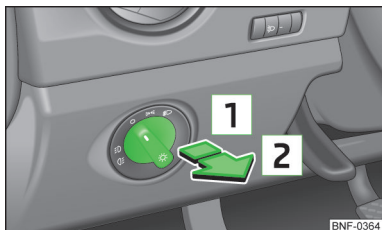

Fig. 36
- Rotiți comutatorul de lumini » fig. 36 în poziția sau .
- Rotiți comutatorul de lumini » fig. 36 la pagina 48 în poziția sau .
➤ Rotiți comutatorul de lumini » fig. 36 la pagina 48 în poziția » și încuiați autovehiculul.